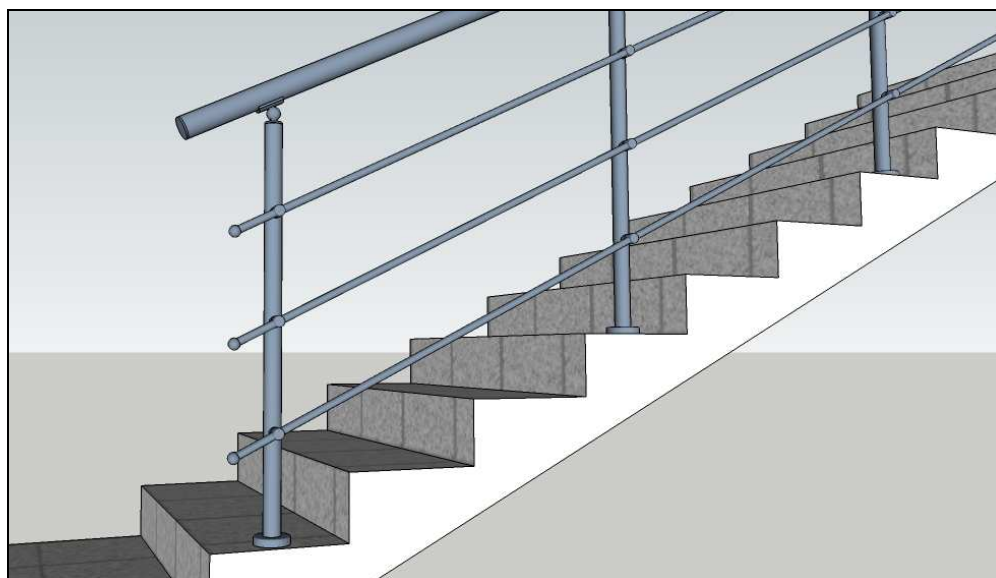

Рис.16
15. Устанавливаем заглушку плоскую для трубы 50,8мм (З-2/50) и заглушки сферические для трубы 16мм (ЗР-1/16) используя двухкомпонентный клей РОХИПОЛ (РХ) (рис.16).